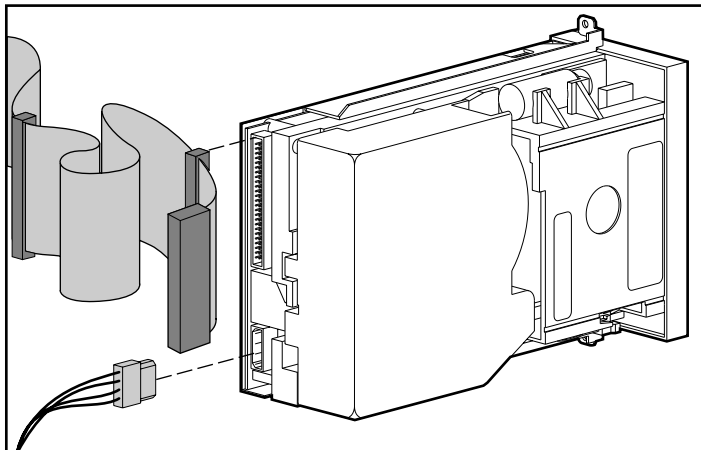

図2-8: 内部Wide-SCSIケーブルをテープドライブに接続する
7. 内部Wide-SCSI信号ケーブルを、テープドライブに接続します。図2-8を参照してください。